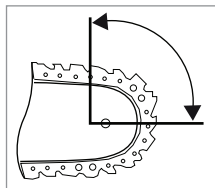

Fig. 1
- En algunos casos, el contacto con la punta de la espada puede causar una reacción inesperada de retroceso que provoca que la espada 35 se eleve en dirección al usuario (consulte la fig. 1).